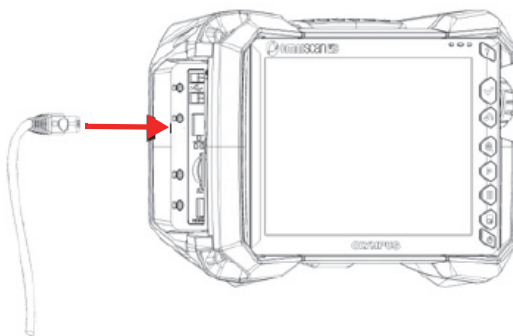

Figura 2-10 Conectar un cable en el puerto específico
2. Conecte el cable de extensión Ethernet, USB y/o HDMI en el puerto apropiado (ver Figura 2-10 en la página 39).